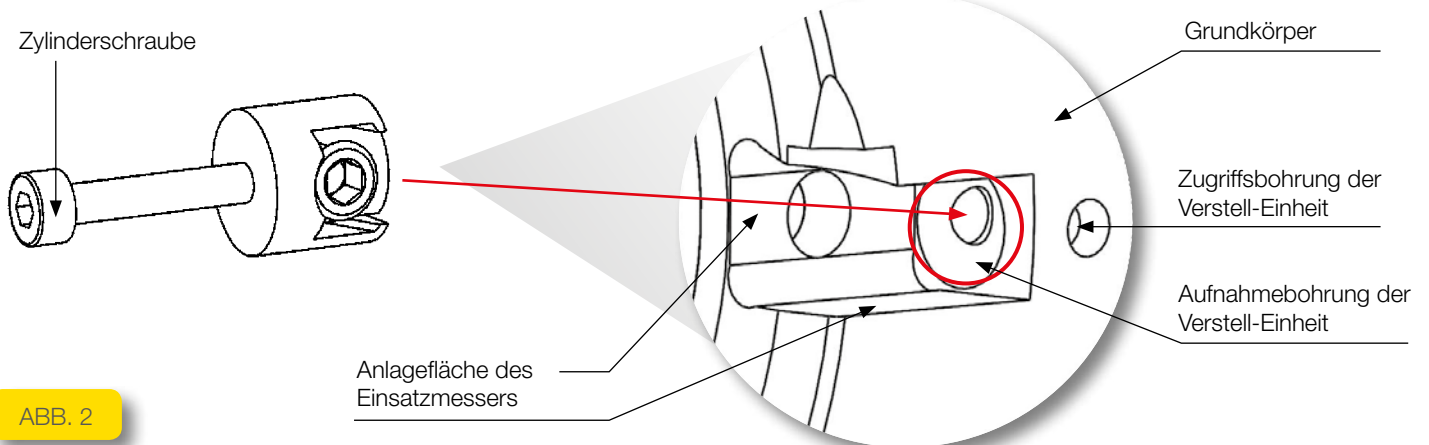

ABB. 2
- Durch die Zugriffsbohrung in den Sechskant (SW3) des Gewindestiftes eingreifen und diesen linksdrehend bis auf Anschlag herausdrehen. (Abb. 2)